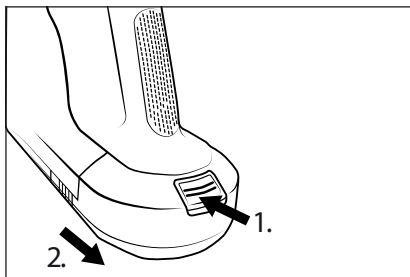

Fig. 13
- ♦ Para desmontar la batería **(2)** del aparato, mantenga pulsado el botón de desenganche de la batería **(1)** y tire de la batería **(2)** para extraerla del aparato (consulte la fig. 13).